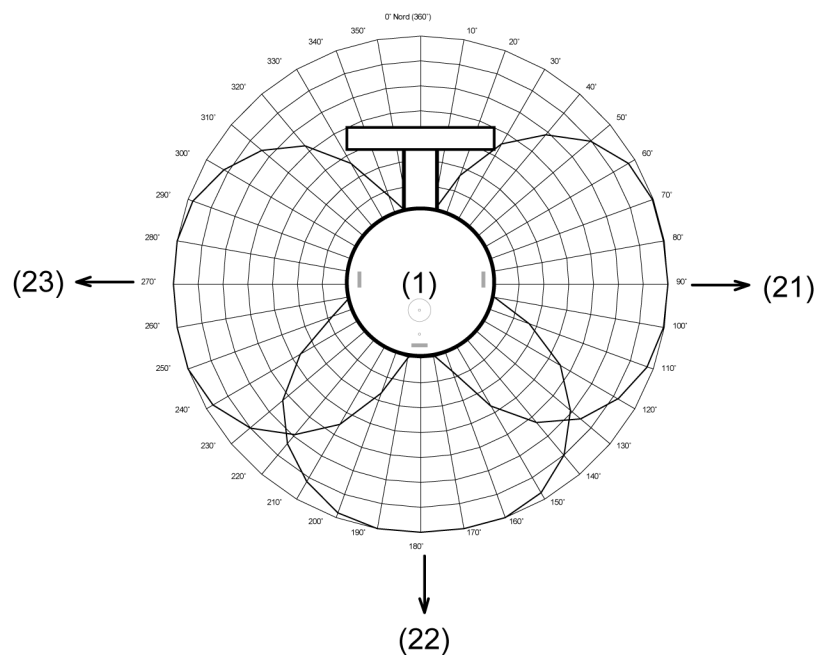

Bild 4: Ausrichtung der Wetterstation
- (1) Lichtdurchlässiger Sensorkopf mit der Sensorfläche des Niederschlagssensors, dem Temperatursensor, dem Dämmerungssensor, dem Windsensor und den 3 Helligkeitssensoren
- (2) Winkelarm mit variabler Verrastung zur Ausrichtung des Sensorkopfes
- (3) Klemmenkasten zum Anschluss des KNX/EIB und der Heizspannung an den Sensorkopf
- (4) Lage des Temperatursensors
- (5) Sensorfläche der Niederschlagssensors
- (6) Lage des Dämmerungssensors und des Helligkeitssensor 2
- (7) Lage des Helligkeitssensor 1 (Helligkeitssensor 3 befindet sich in 9 Uhr-Position (siehe Bild 4) und ist somit dieser Ansicht nicht sichtbar)
- (8) Lage des thermischen Windsensors